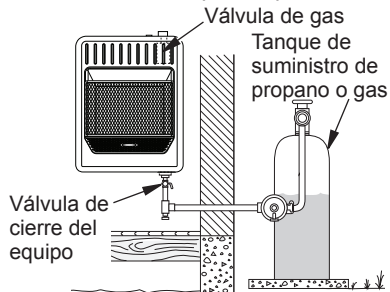

Figura 19 - Propano suministro de gas
3. Revise todas las uniones desde el medidor de gas, tanto para suministro de gas natural o propano, hasta la válvula de cierre del equipo (consulte la figura 19 o 20). Aplique en todas las uniones algún líquido de detección de fugas que no sea corrosivo. La formación de burbujas indicará una fuga.
4. Revise todas las uniones entre la válvula de cierre del equipo y válvula de control (consulte la figura 19 o 20, página 49).